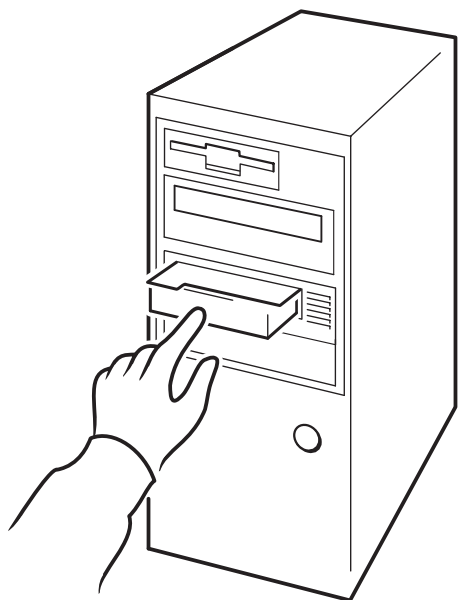

Figura 12a: utilizzo di HP OBDR, fase 1
- 1 Sollevare lo sportello della cartuccia e inserire nell'unità a nastro la cartuccia di avvio più recente disponibile (vedere la figura 12a). È necessario che la cartuccia sia stata scritta da un'applicazione di backup che utilizzi il formato CD-ROM per scrivere i dati sul nastro.